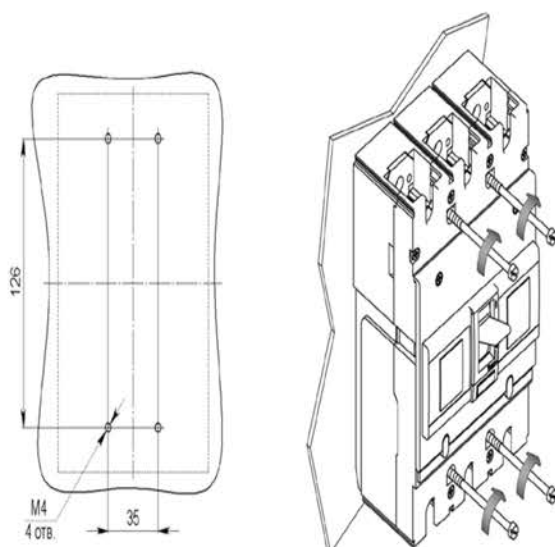

Рисунок 9 – Расположение отверстий для крепления выключателя на панели
- 1) выполнить в конструкции, к которой крепится выключатель, отверстия (см. рисунок 9);